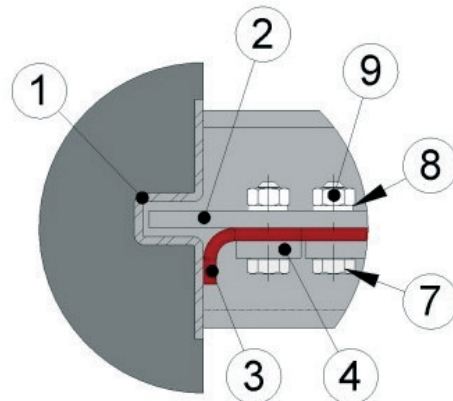

Fig. 6
3. Allentare ed estrarre le viti (7,8 e 9) che fissano le flange (4) e la guarnizione (3).
4. Togliere le flange (4) e poi la guarnizione rovinata (3); pulire la sua sede.
5. Collocare una nuova guarnizione (3) impregnata di vaselina con le stesse dimensioni di quella tolta.
6. Collocare di nuovo le flange (4) fissando la guarnizione (3). È importante che sia le guarnizioni laterali che quella inferiore sporgano di circa cinque millimetri dalla parte inferiore della paratoia (2) per poter realizzare la chiusura inferiore correttamente. Verificando che siano ben montate procederemo ad avvitarle.
7. Inseriremo la paratoia nel corpo, considerando che inizieremo a piegare le guarnizioni laterali dalla parte inferiore (collocandole perpendicolari alla paratoia) e a inserire la paratoia nel corpo. Si continuerà inserendo la paratoia mentre si piegano le guarnizioni. È molto importante che nei due laterali la guarnizione di chiusura abbia la forma a "L" per tutta la sua lunghezza, come si può vedere nella fig. 6.